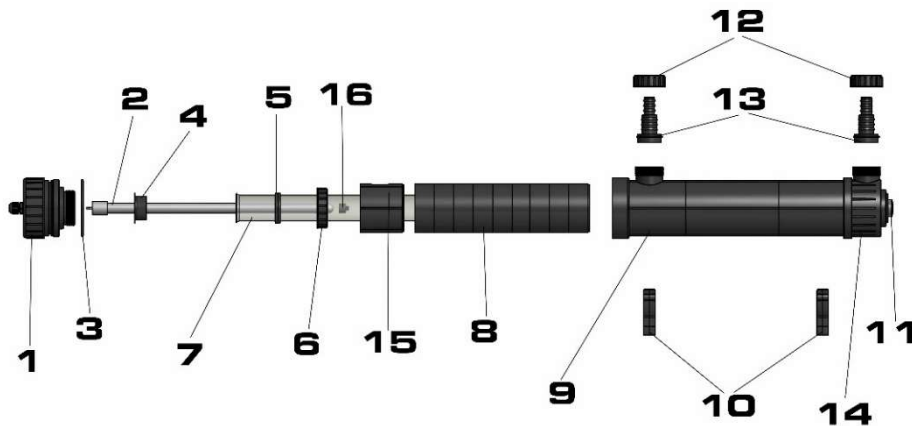

Fig. 1: Helix Max 2.0
- Draaibare verbinding: de verbindingsoening (Fig. 1, No. 14) van de Helix max kan 360° gedraaid worden. Dit maakt een ruimte besparende installatie mogelijk. De uitlaat moet altijd op het hoogste punt liggen zodat het system zich volledig met water kan vullen. Het UV system kan zowel horizontaal als verticaal gemonteerd worden. Indien vertikaal gemonteerd dient de aansluiting met de kap naar boven toe gemonteerd te worden. De doorstroming is van onder naar boven. Indien horizontaal gemonteerd dient er minimaal 1 uitlaat naar boven gemonteerd te worden. Het liefste allebei. Hierdoor kan het system nooit droog vallen, ook niet bij stilvallen van de pomp en daardoor beschadigen.
Gebruik uitsluitend het bijgevoegde gereedschap (zie Fig. 1a) om de schroefdop (Fig. 1, No 1) te openen. Om te vastdraaien en vervolgens lekken te voorkomen, moet het verbinden uitsluitend met de hand gedaan worden. Bij erg vast draaien dient er op gelet te worden dat er geen spanning op ontstaat.
De Helix Max zijn van transparanten aansluitstukken voorzien (Fig. 1, No. 11). Dit geeft de mogelijkheid van controle op het functioneren. U ziet daardoor de UV lampen blauw oplichten. Afhankelijk van de ingestelde doorstroomsnelheid (zie tabel) en de gebruikte circulatiepompen, kunnen de aansluitstukken passend afgezaagd worden. De tweede aansluiting (No. 14) van de Helix max kan 360° gedraaid worden. Dit geeft de mogelijkheid van een ideale aanpassing aan de beschikbare omstandigheden. In alle gevallen moeten de apparaten zó aangebracht worden dat de uitloop op het hoogste punt ligt. Daardoor wordt voorkomen dat er zich luchtballen in het apparaat vormen.